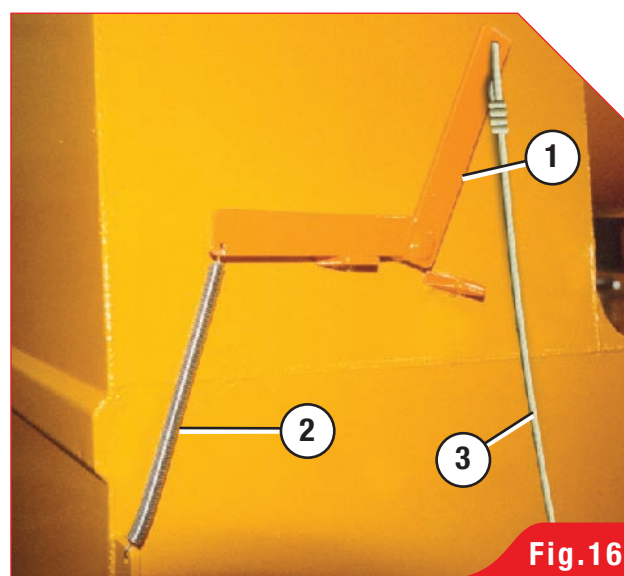

Fig.16
- a) Abrir la plaqueta totalmente mediante la palanca (1 Fig. 16), venciendo la acción del resorte (2 Fig. 16).
- d) Observar que por la válvula de salida (21) de impurezas pesadas, salga poca cantidad de cereal.
- e) Cerrar en forma progresiva la plaqueta (11) hasta que solamente salgan las impurezas pesadas.
Al inicio de la temporada, verificar el libre funcionamiento de la plaqueta, accionando la palanca (1 Fig. 16) y la correcta tensión del resorte (2 Fig. 16). Soga de accionamiento (3 Fig. 16).